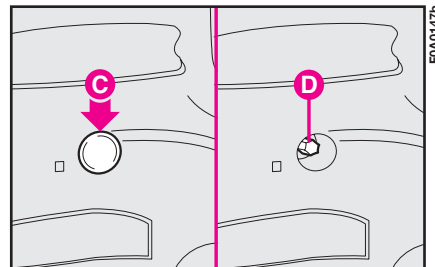

fig. 27
1) Dall'interno veicolo, togliere il tappo superiore in plastica **C-fig. 27** utilizzando il cacciavite in dotazione, in modo da rendere visibile il bullone di fissaggio **D** del gruppo ottico.